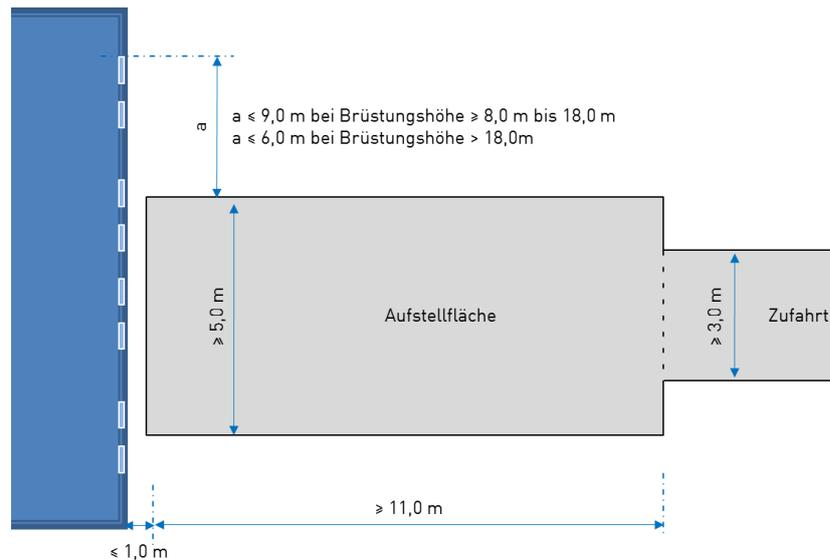

Bild 9: Aufstellflächen senkrecht zur Außenwand
3.7 Aufstellflächen senkrecht zur Außenwand (Bild 9)